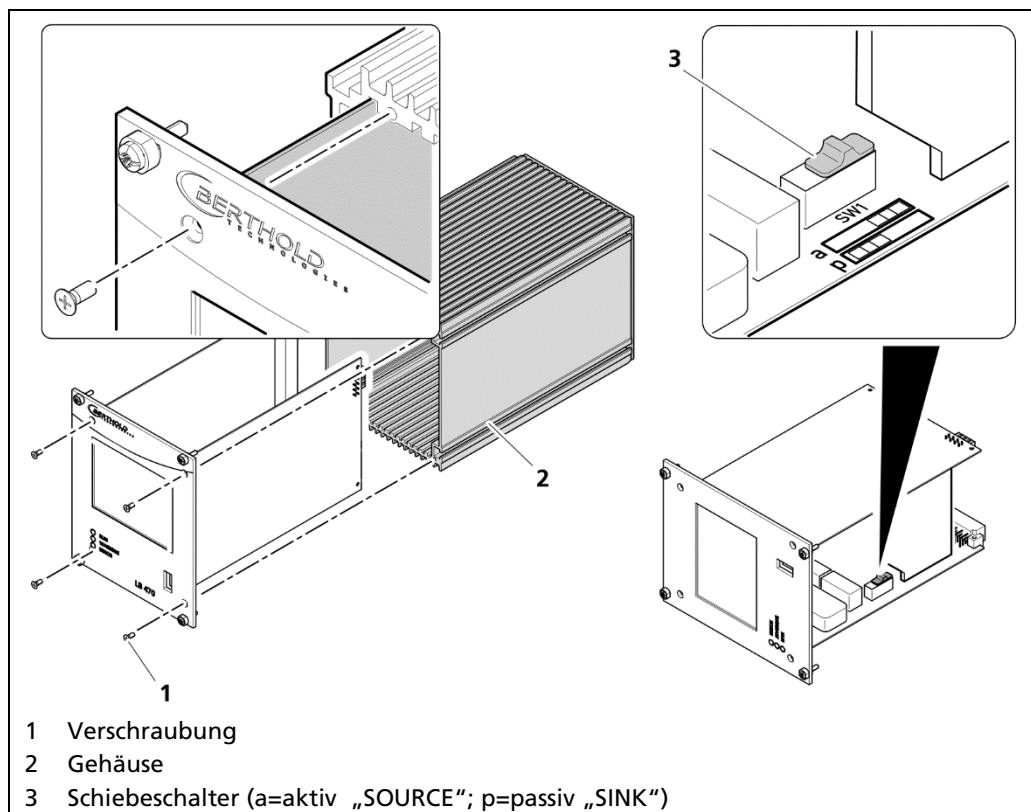

Abb. 22 Umschaltung des Stromausgangs
1. Lösen Sie die vier versenkten Schrauben an der Vorderseite der AWE (Abb. 22 Pos.1).
2. Ziehen Sie das Gehäuse (Abb. 22, Pos.2) vorsichtig ab.
3. Schieben Sie den Schalter (Abb. 22, Pos.3) auf Position **a** für „aktiv“ (SOURCE), auf Position **p** für „passiv“ (SINK).
5. Verschrauben Sie das Front-Panel wieder mit vier Schrauben (Abb. 22, Pos.1) mit dem Gehäuse (Abb. 22, Pos.2).